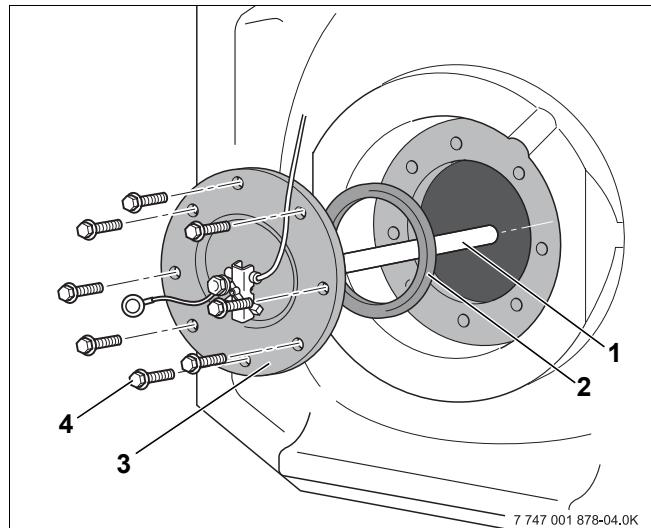

Рис. 13 Демонтаж крышки люка
- Вывернуть болты (рис. 13, поз. 4) из крышки смотрового люка (рис. 13, поз. 3).
- Снять с бака крышку люка вместе с магниевым анодом (рис. 13, поз. 1) и уплотнением крышки (рис. 13, поз. 2).